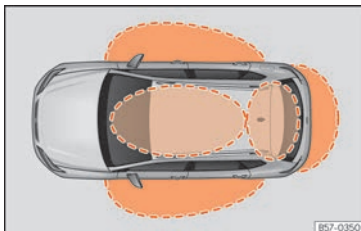
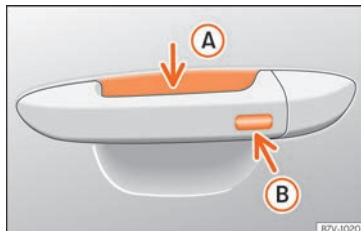

Fig. 77 Keyless Access: zonas de proximidade.
Fig. 78 Manípulo da porta: superfícies sensoras
» » Fig. 78
O Keyless Access é um sistema de fecho e arranque sem chave com o qual se pode destrancar e trancar o veículo sem utilizar ativamente a chave do mesmo. Para isso, só é necessário que exista uma chave do veículo válida na zona de deteção correspondente à tentativa de acesso ao veículo » » **Fig. 77** e tocar numa das superfícies sensoras dos manípulos das portas » » **Fig. 78** ou acionar o *softtouch*/pega da porta da bagageira » » **Página 112** » » .
Se detetar uma chave válida numa das zonas próximas » » **Fig. 77**, o sistema de fecho e arranque sem chave Keyless Access atribui à referida chave direitos de acesso quando se toca numa das superfícies sensoras dos manípulos das portas ou se aciona o *softtouch*/pega situado na porta da bagageira.
- Empurre o manípulo de uma das portas dianteiras. Ao fazê-lo, toca-se na superfície sensora »» **Fig. 78 A** (seta) do manípulo e destranca-se o veículo.
- Toque *uma vez* na superfície sensora de bloqueio »» **Fig. 78 B** (seta) do manípulo de uma das portas dianteiras. A porta cujo manípulo se aciona deverá estar fechada.
- Toque *uma vez* na superfície sensora »» **Fig. 78 B** (seta) do manípulo de uma das portas dianteiras. O veículo é trancado com o sistema de segurança «Safe» »» **Página 107.** A porta cujo manípulo se aciona deverá estar fechada.
- Toque *duas vezes* na superfície sensora »» **Fig. 78 B** (seta) do manípulo de uma das portas dianteiras para trancar o veículo sem ativar o sistema de segurança «Safe» »» **Página 107.**
Quando o veículo está trancado, a porta da bagageira destranca-se ao abri-lo se numa zona próxima »» **Fig. 77** se encontrar uma chave do veículo válida.
- Pressione o botão de fecho  do comando à distância e toque uma vez, dentro dos 5 segundos seguintes, na superfície sensora de bloqueio do manípulo da porta do condutor »» **Fig. 78 (B)**. Não agarre o manípulo da porta, caso contrário o veículo não trancará. Também é possível levar a cabo a desativação se se bloquear o veículo através do fecho da porta do condutor.
Para **fechar com a função de conforto** todas as janelas elétricas e o teto de vidro, mantenha um dedo durante uns segundos sobre a superfície sensora de bloqueio »» **Fig. 78 (B)** (seta) do manípulo da porta até que as janelas e o teto se tenham fechado.
As superfícies sensoras dos manípulos das portas poderiam ativar-se ao receber um jato de água ou de vapor a grande pressão, caso existisse alguma chave do veículo válida na zona próxima. Se, pelo menos, uma das janelas com acionamento elétrico estiver aberta e se se ativar a superfície sensora »» **Fig. 78 (B)** (seta) de um dos manípulos de forma permanente, fechar-se-ão todas as janelas.